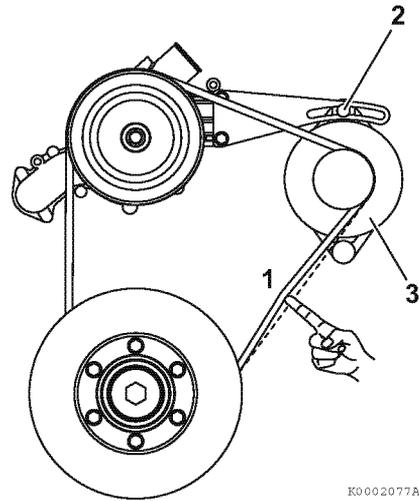

Figura 6
1. Compruebe la tensión de la correa trapezoidal ejerciendo con el dedo, en el medio de la correa (1, **Figura 6**) una fuerza de unos 98 N, 10 kgf o 22 lbf. Con la tensión adecuada, la correa debe curvarse entre 8 y 10 mm (aproximadamente 3/8 pulg.).
2. Si la deflexión de la correa trapezoidal está fuera de ese límite, ajuste la tensión de la misma. Afloje el perno de ajuste (2, **Figura 6**) y mueva el alternador (3, **Figura 6**) para ajustar la tensión de la correa.
3. Si la correa trapezoidal está dañada o gastada, sustitúyala. Afloje el perno de ajuste (2, **Figura 6**) y mueva el alternador (3, **Figura 6**). Retire la correa de las poleas.
4. Instale una nueva correa en las guías (**Figura 6**) y ajuste la tensión como se indica en el Paso 2.